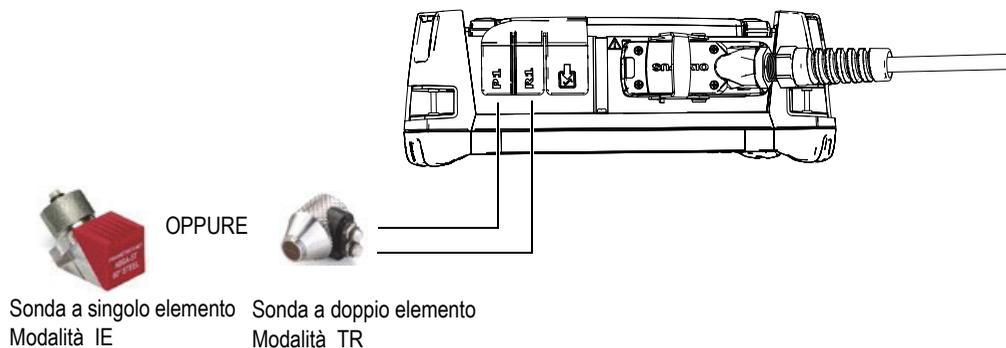

Figura 1-7 Collegamento della sonda UT
Il software OmniScan MXU può combinare la modalità operativa ad ultrasuoni convenzionali (UT) con quella phased array (PA). In base alla configurazione dello strumento, è possibile usare le sonde UT e/o PA. Connettere le sonde UT ai connettori UT come illustrato nella Figura 1-7 a pagina 27. Utilizzare una sonda a doppio elemento per la modalità trasmissione-ricezione (TR).